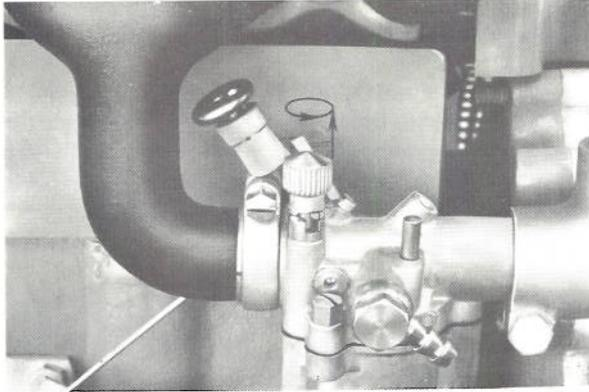

Fig. 3
- C) Starter am Vergaser öffnen; randrierte Schraube mit Stift aus der Einkerbung hochziehen. (Siehe Bild 3.)